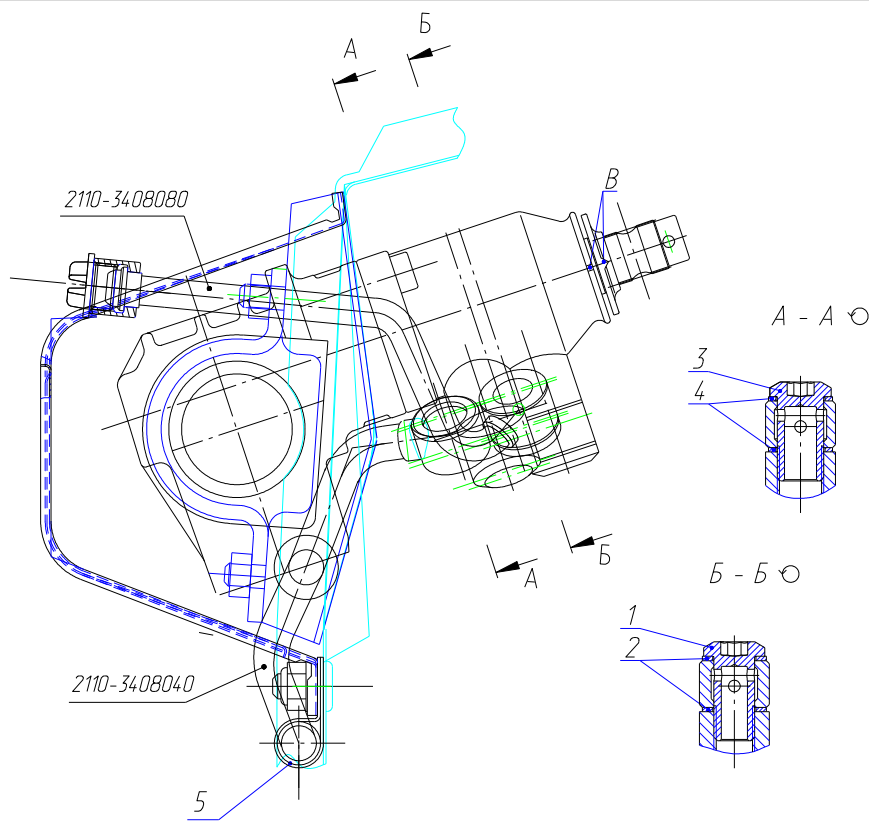

Рисунок 1
1.5.2 На рулевой механизм 2110-3400010-30 установить шланг высокого давления 2110-3408018-10, уплотнительные шайбы 2 и болт-штуцер 1 (M14x1,5). Болт-штуцер затянуть крутящим моментом 25...27,6 Н·м. Установить трубку низкого давления 2110-3408040, уплотнительные шайбы 4 и болт-3 (M16x1,5). Болт-штуцер затянуть крутящим моментом 35...38,5 Н·м см. рисунок 1.
1.5.4 Вращением вала распределителя, совместить метки В на корпусе распределителя и на пыльнике шестерни в среднем положении рейки см. рисунок 1.